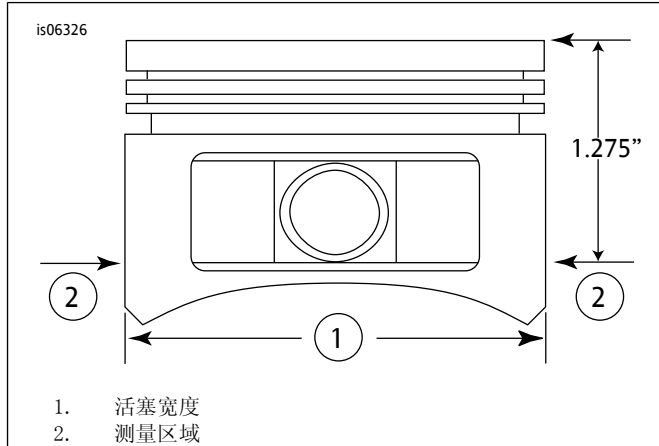

图2. 活塞测量值
5. 图2测量活塞宽度（1），活塞销孔两侧水平90度方向、活塞（2）平面（顶部）向下32 mm (1.275 in)处。参见表11了解此位置的活塞至汽缸配合。